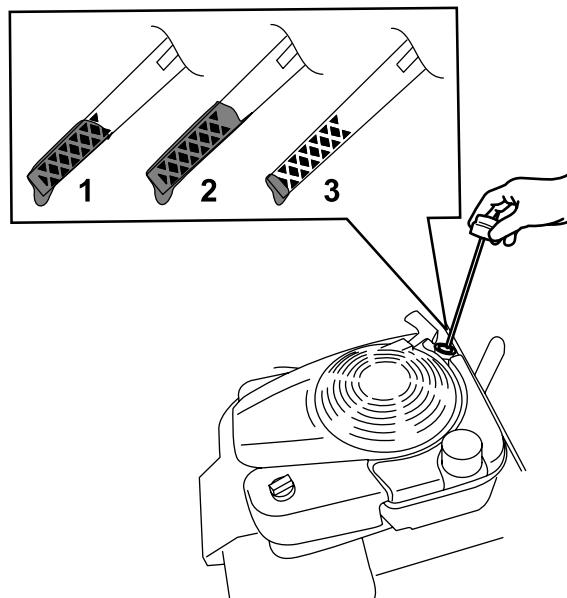

Figura 22
- Retire la varilla girando el tapón en el sentido contrario a las agujas del reloj y tirando del mismo (Figura 22).
10. Observe en la varilla el nivel de aceite (Figura 22).